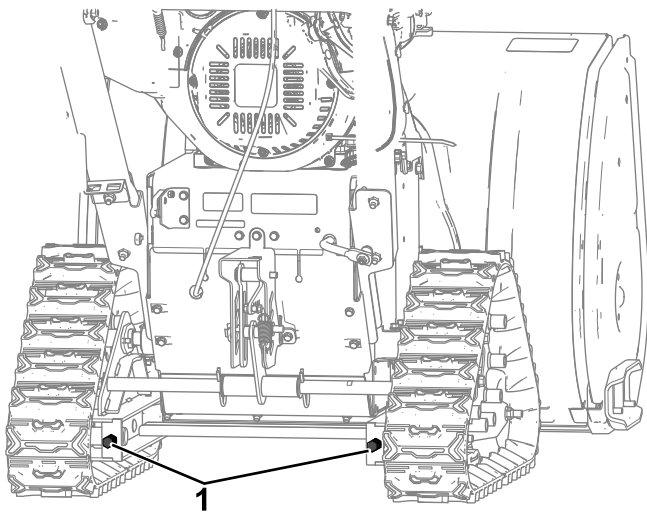

Figura 27
- B. Reglai urubul cu cap hexagonal după cum este necesar (Figura 27).